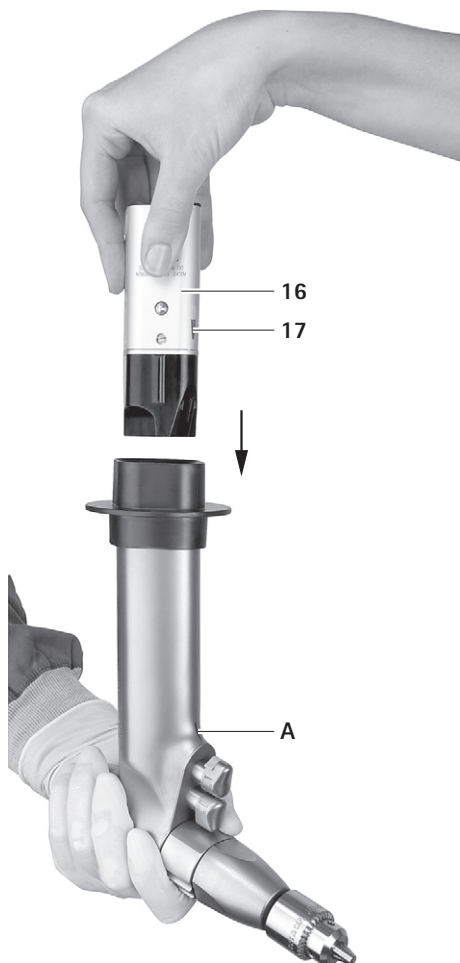

Рис. 3
- Попросить другого человека (нестерильного) установить адаптер Electro Adapter 16 (нестерильный) в аккумуляторное гнездо, см. Рис. 3. При этом проверьте д 17 на адаптере Electro A и на машине.